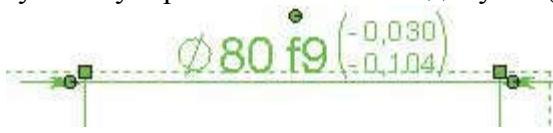

Рис. 5. Обозначение поля допуска
**Простановка допусков и посадок.** В SolidWorks имеется встроенная библиотека допусков и посадок по ГОСТу. При назначении размеру типов допусков *Посадка*, *Посадка с допуском* или *Только допуск* и выборе обозначения поля допуска из списка стандартных значений изменение размера (переход его в другой размерный интервал в пределах вышеуказанного поля допуска) повлечет за собой изменение предельных отклонений в соответствии с используемым стандартом. Иными словами, каждому значению размера соответствует табулированное значение допуска (рис. 5).